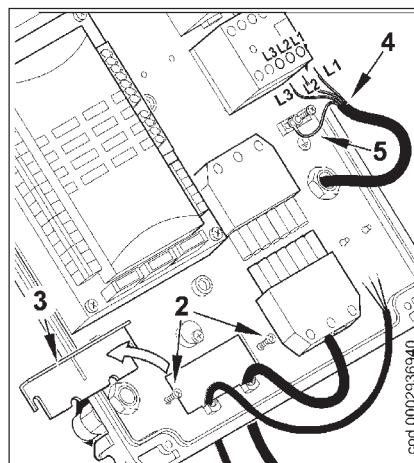

Fig. 2
- 2) Desserrer les vis (2) et après avoir démonté la plaquette serre-câbles (3), faire passer à travers le trou la fiche à 7 pôles et le câble de commande de modulation (fig. 2). Connecter les câbles d'allumage (4) au télérupteur, fixer le câble de terre (5) et serrer le presse-câble correspondant.